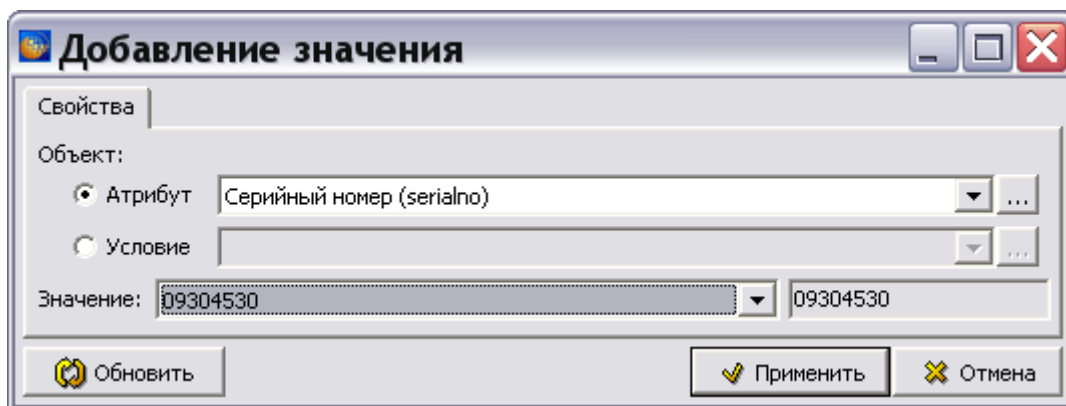

Рис. 95
- Для добавления операнда нажмите на кнопку **Добавить значение** . После этого откроется диалоговое окно **Добавление значения** (Рис. 95).
- В поле **Атрибут** из выпадающего списка выберите атрибут **Серийный номер (serialno)**. В поле **Значение**, из выпадающего списка выберите первое значение атрибута (Рис. 95).